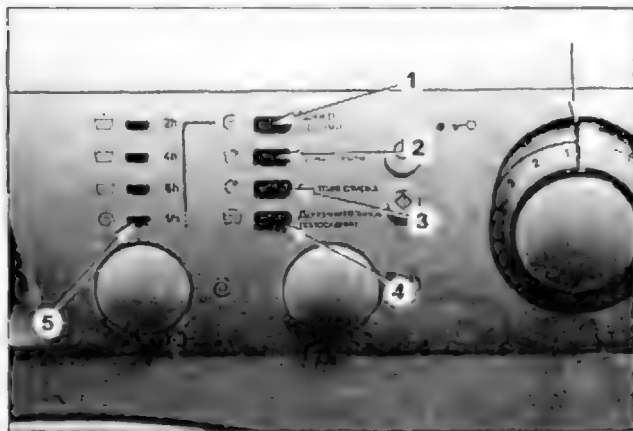

Рис. 1.11.1
- ручка селектора программ должна быть установлена в исходное положение (показано стрелкой на рис. 1.11.1) — для СМ серии «Маргарита 2000» с моторным селектором программ.
7. В СМ с моторным селектором программ его ручка вращается и останавливается в поз. 9 (рис. 1.11.1).
11. В СМ с моторным селектором программ, его ручка переводится в положение «СБРОС» или «RESET» (рис. 1.11.1).
Коды ошибок и соответствующие им возможные комбинации свечения светодиодов СМ линейки AVL приведены в табл. 1.11.1. Внешний вид передней панели этих СМ приведен на рис. 1.11.1. Цифровые обозначения индикаторов на рисунке и в таблице выделены скобками, подчеркики в таблице означают отсутствие свечения индикатора.